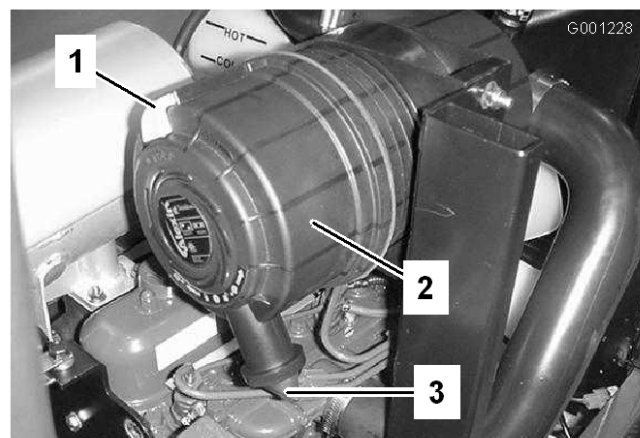

Figura 46
1. Puxe o trinco para fora e rode a cobertura do filtro de ar no sentido contrário ao dos ponteiros do relógio (Figura 46).
2. Retire a cobertura da estrutura do filtro de ar (Figura 46).
– entre cerca de 5:00 a 7:00 quando vista da extremidade (Figura 46).